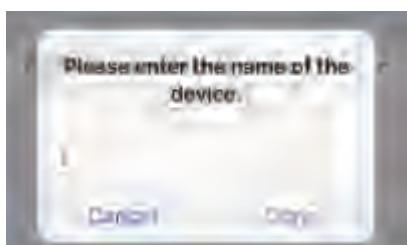

Fig. 4 Entrez un nom pour le Foyer
5. Entrez un nom pour le foyer (Fig. 4)